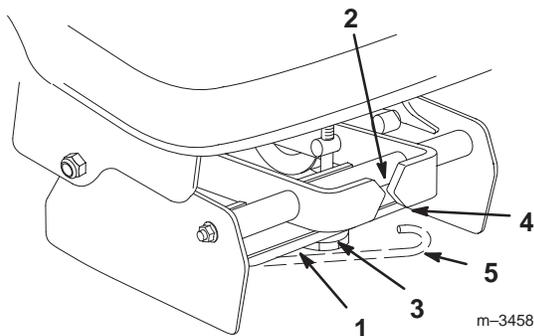

Bild 34
1. Prüfen Sie die Riemenanzeigen vorne am Riemen-Umlenkbock. Wenn die Riemenanzeigen nicht ausgerichtet sind, lösen Sie die Riemen Spannung und drehen Sie am Einstellhandrad. Drücken Sie den Arm zum Lösen der Riemen Spannung wieder zum Riemen-Umlenkbock, um den Riemen zu spannen (Bild 34).
3. Schwenken Sie den Arm zum Lösen der Riemen Spannung in den Riemen-Umlenkbock und arretieren Sie den Arm. Positionieren Sie ihn wie in Bild 34 dargestellt.